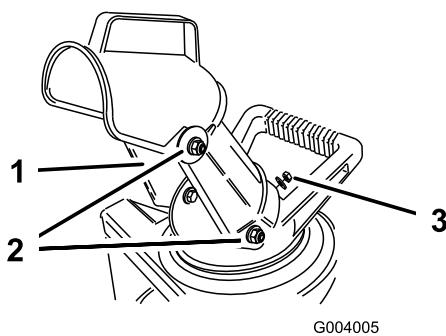

Bild 4
1. Richten Sie die Löcher an den Seiten des Auswurfkanals über den Schrauben an den Seiten des Kanalgriffs aus. (Bild 4).